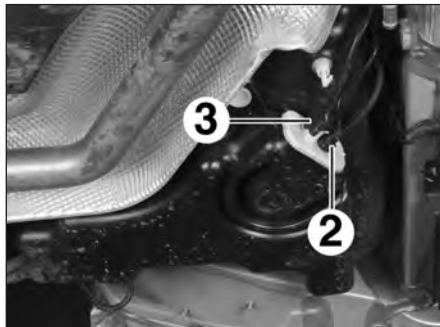

FIG.92
- le connecteur (2) (Fig.92),
- le tube d'alimentation (3).
- Obturer le tube (3) et l'orifice du réservoir à l'aide de bouchons de taille adaptée.